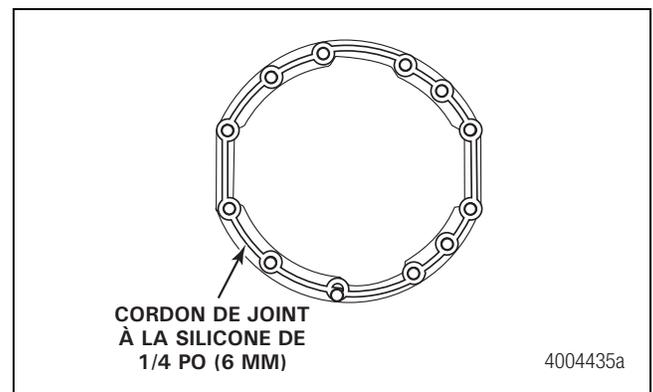

Figure 5.81
5. Appliquer un cordon de joint à la silicone de 1/4 po (6 mm) sur la surface de montage du carter de pont à la tête de pont. Figure 5.81.